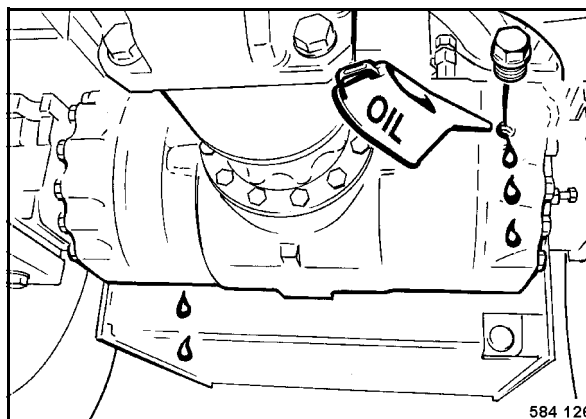

fig. 99
- Dévisser le bouchon de vérification du niveau (fig. 99) et vérifier le niveau d'huile.